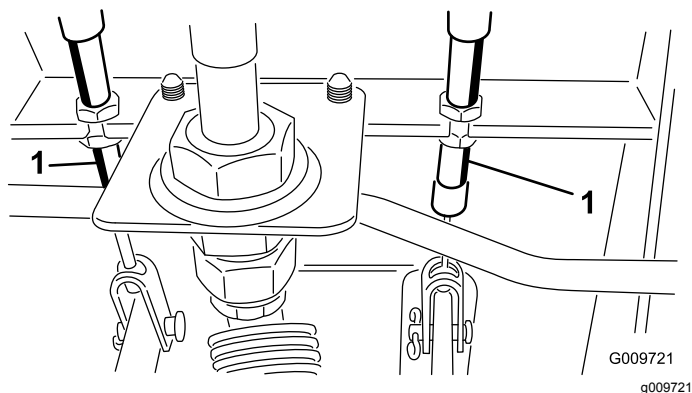

Рисунок 66
- A. Отпустите переднюю гайку на резьбовом конце троса тормоза (Рисунок 66).